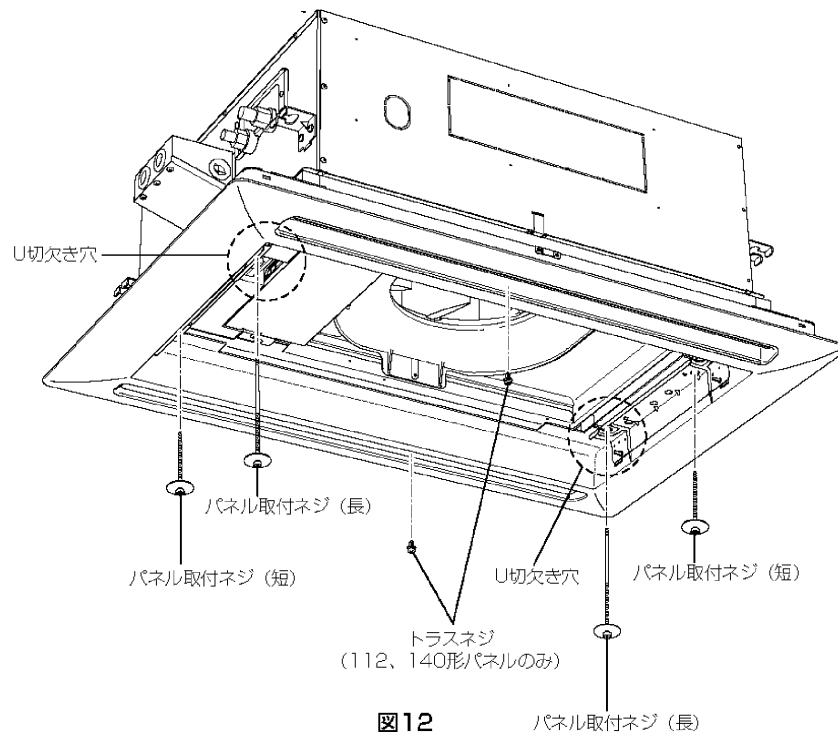

図12
方向を合わせたら仮止めしたパネル取付ネジ（長）にパネル本体吸込口部の切欠き穴を引掛けます。（図6）最初に反配管側、次に配管側を引掛けます。（図12）（配管側はパネル取付ネジ（長）を内側に押しつけて引掛けると作業が楽に行えます）この状態でパネル本体は仮止めされますが、パネルを持ち上げたり、強く揺らすと外れることがありますので、パネル取付ネジ（短）2本で残りの2カ所を取付けてください。
2. 1が完了しましたら図5および図6で仮止めしていた取付けネジ(長)および(短)とトラスネジを締め付けてください。(図12)